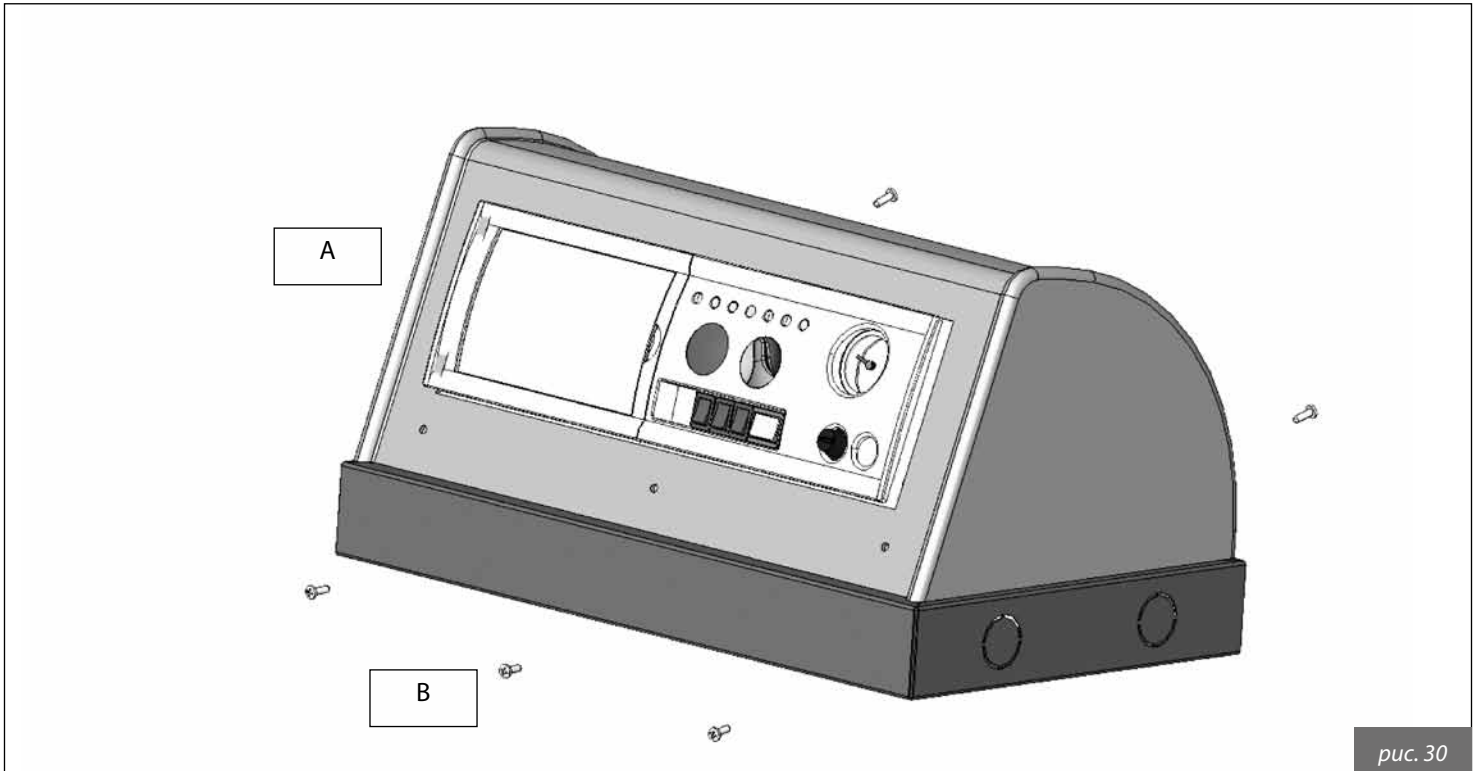

рис. 30
- 2) установить в исходное положение верхнюю (защитную) часть корпуса пульта (А, рис. 30), закрепив ее с помощью соответствующих винтов (В, рис. 30);